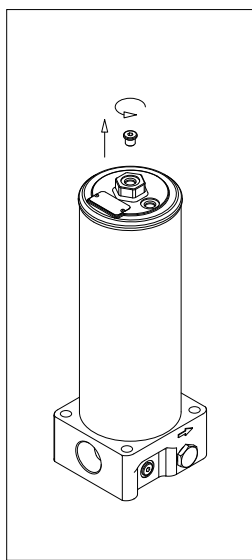

fig. 27
- (Fig. 27) Svitare il tappo di sfiato del LATO PULITO (situato al centro dell'esagono). A regime di bassa pressione, far fuoriuscire l'aria dall'impianto finché il fluido di lavoro non inizia a trafilare dal LATO SPORCO